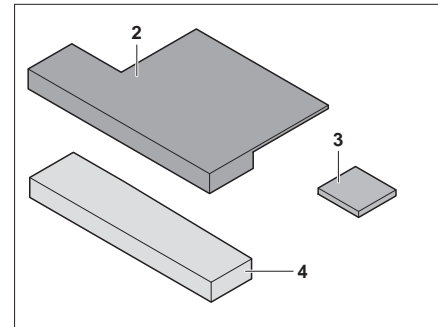

Bild 139 Zusatzpolster
- Sitzkeil (Bild 139,3) an Zusatzpolster (Bild 139,2) anbringen (mit Klettverschluss).